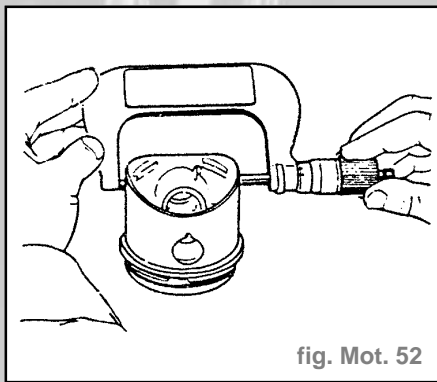
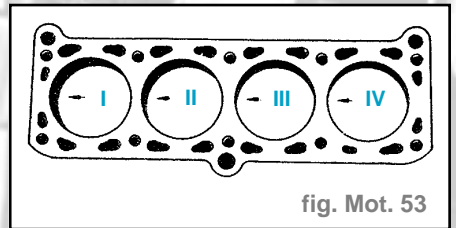

fig. Mot. 52
fig. Mot. 53
- Contrôler le diamètre des pistons à l'aide d'un palmer (fig. Mot. 52).
Remarque : Les pistons doivent être orientés avec les flèches dirigées vers la distribution (fig. Mot. 52). Les repères de bielles doivent être orientés vers la distribution (fig. Mot. 53).